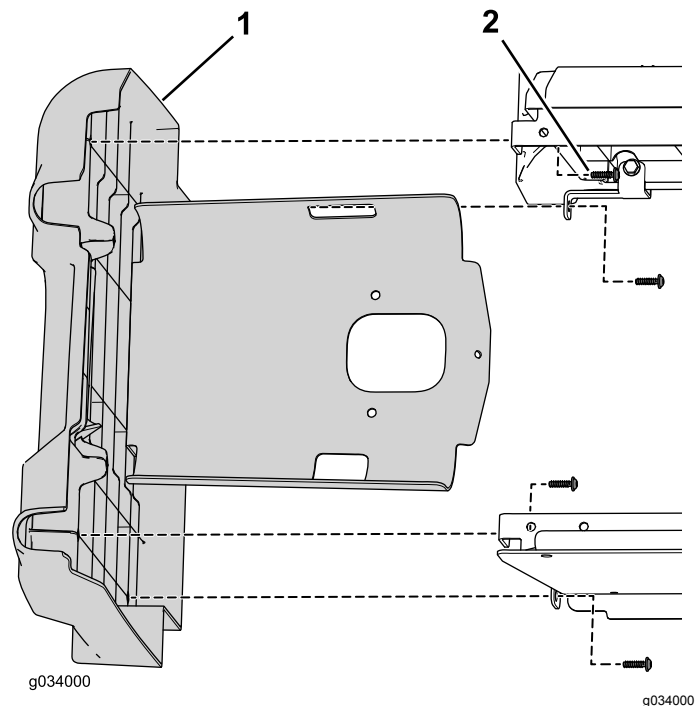

图6
6. 卸下将左侧面板固定到下座椅组件的 4 个螺丝图6。
4. 用之前卸下的 4 个螺丝固定左侧面板 图6。